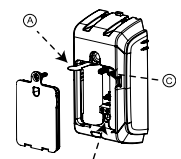

Figura 1: opções de registro
- Remova a aba de puxar para iniciar o processo de autorregistro. Consulte A na Figura 1.
Observação: se o dispositivo não registrar automaticamente, você pode pressionar o botão de registro, pressionar a restauração de intrusão ou inserir o número de identificação do dispositivo no painel. Consulte B na Figura 1 para ver o botão de registro e C na Figura 1 para ver a restauração de intrusão.